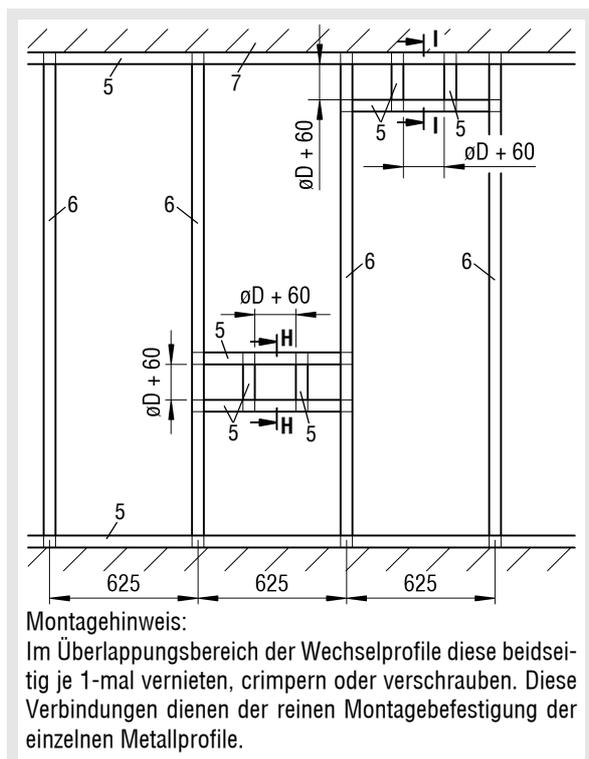

Abbildung 33: Metallständerwerk mit erforderlichen Auswechslungen für BSK-RPR 100 - ≤ 250 (Nasseinbau)
- Metallständerwerk und Wand gemäß den Angaben des Wandherstellers herstellen und Auswechslungen entsprechend der Abbildung 33 vorsehen.
- Metallständerwerk und Wand gemäß den Angaben des Wandherstellers herstellen und Auswechslungen entsprechend der Abbildung 33 vorsehen. Vor der Anbringung des für den umlaufenden Metallprofilrahmen notwendigen UW-Profiles (Pos. 5) im Deckenbereich ist ein Mineralwollestreifen ca. 50x40 mm (Pos.4) in das UW-Profil an der Decke einzubringen.